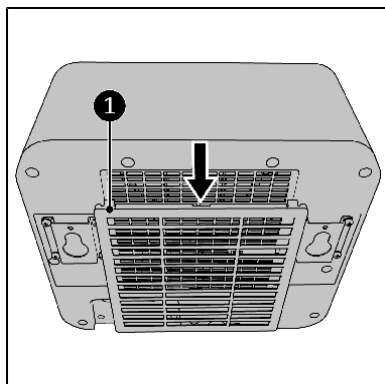
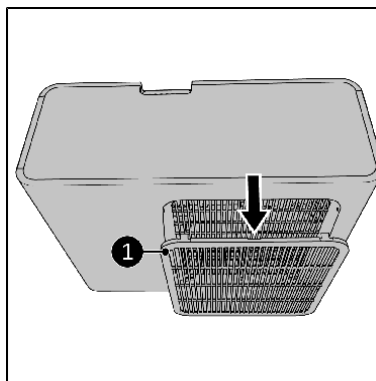

Figura 15
Figura 16
2. Rimuovere la griglia (figura 15, elemento 1 per l'unità interna e figura 16, elemento 1 per l'unità esterna), poi togliere il filtro.